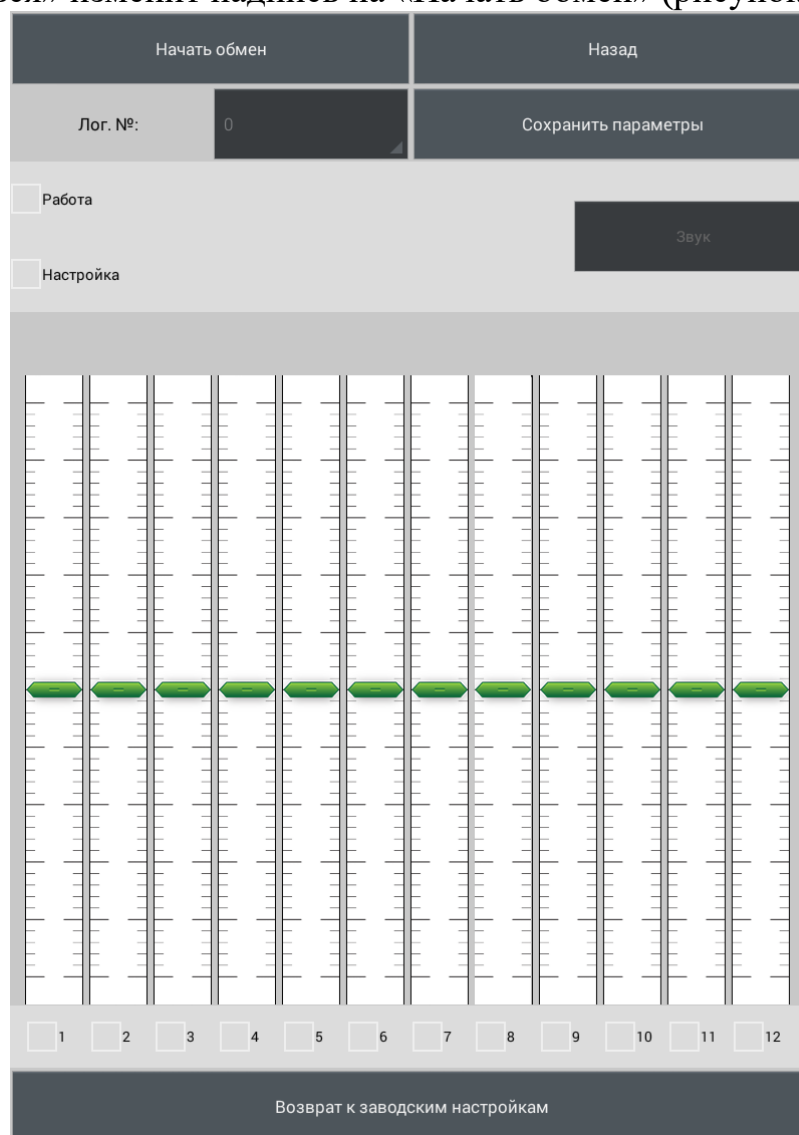

Рисунок 2.28
2.3.7.4.7 Нажать кнопку «Да». После успешного соединения кнопка «Подключиться» изменит надпись на «Начать обмен» (рисунок 2.28).